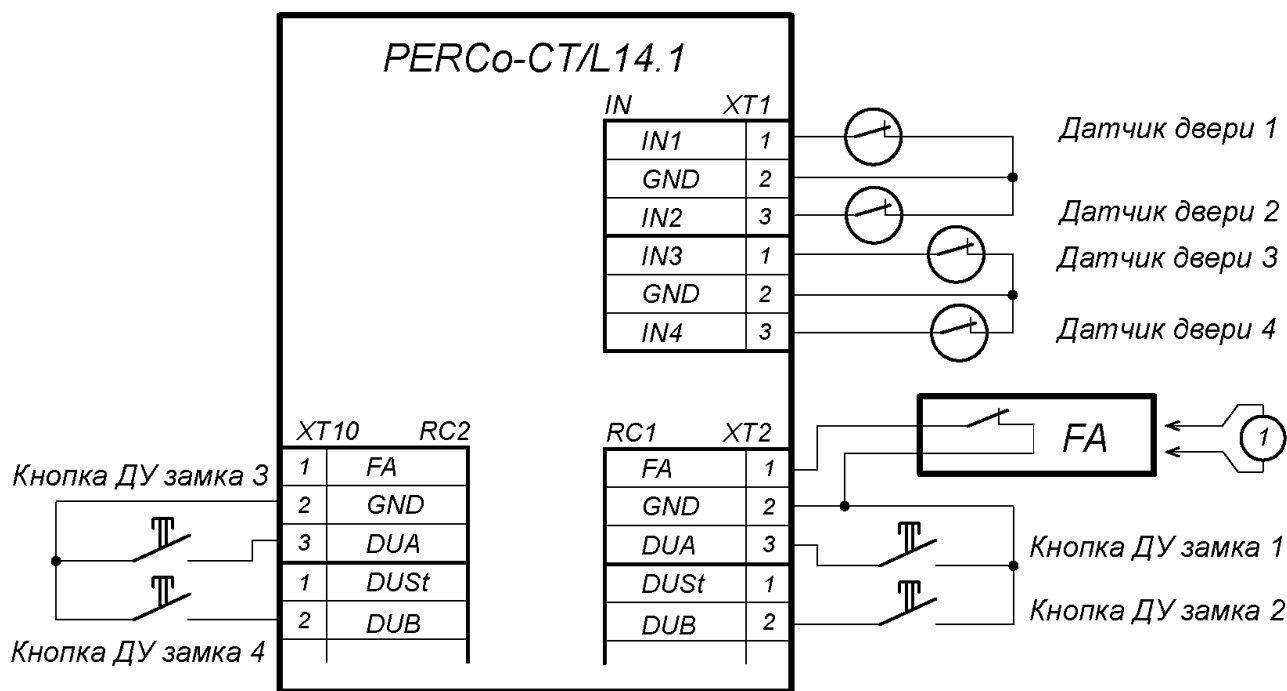

Рисунок 6. Схема подключений кнопок ДУ и датчиков двери
3. Кнопка ДУ «Выход» замка, при необходимости ее установки, подключается к клеммной колодке **XT2 (XT10)** нижней платы контроллера (см. рис. 6).
4. Датчик двери (геркон) подключается к клеммной колодке **XT1** нижней платы контроллера (см. рис. 6). Датчик двери с замком, управляемым выходом **OUT1**, подключается к входу **IN1**, выходом **OUT2** – к входу **IN2** и т. д. Датчик двери должен быть смонтирован таким образом, чтобы при закрытой двери обеспечивалось устойчивое его срабатывание.
5. Устройство аварийной разблокировки (аварийного открытия прохода) **Fire Alarm** подключается к клеммной колодке **XT2** нижней платы контроллера (при этом необходимо удалить заводскую перемычку проводом), см. рис. 6 и разд. 8.2.6.